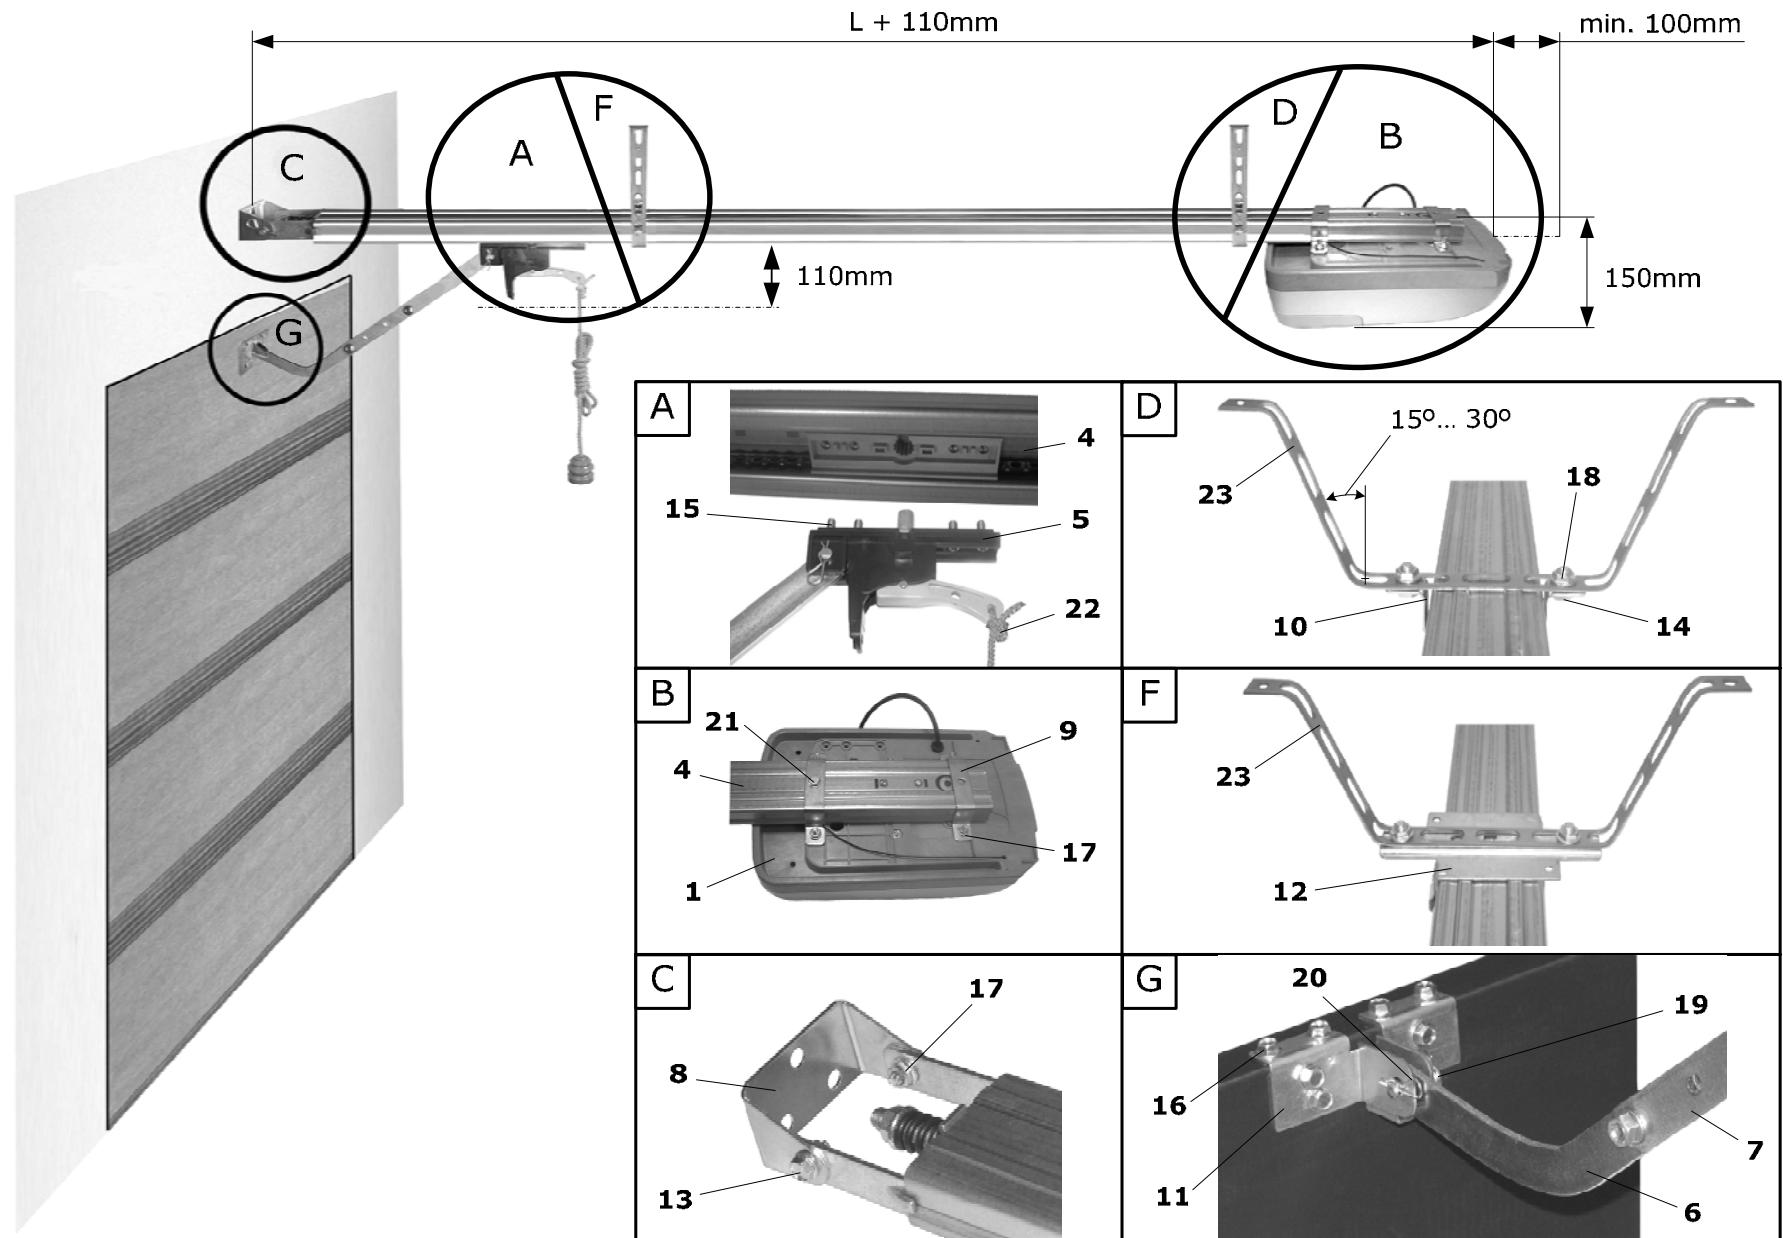

Рис. 2. Монтаж комплекта
Приводная рейка в цельном виде (Таблица 3) поставляется в подсобранном состоянии. Для окончательной сборки приводной рейки (вид А, Рис. 2) выполните следующее:
Для присоединения привода к рейке (вид В, Рис. 2) выполните следующее:
При креплении рейки к стене над воротами (вид С, Рис. 2) выполните следующее:
- Закрепите U-образный кронштейн крепления рейки 10 (вид D, Рис. 2) и изогнутую полосу крепления 23 на рейку вблизи привода с помощью двух болтов 14 и двух гаек 18.
При расстоянии от рейки до потолка 5...130мм используется одна полоса крепления, изогнутая "П – образно" (Рис. 2).
- Установите кронштейн крепления рейки 12 (вид F, Рис. 2) и изогнутую, в соответствии с выше описанным пунктом, полосу крепления 23 на рейку в месте, обеспечивающем наибольшую жесткость рейки (например, на расстоянии 1/3 длины рейки от проема ворот). Соедините кронштейн крепления рейки и полосу крепления с помощью двух болтов 14 и двух гаек 18. В комплекте поставки есть дополнительный кронштейн крепления 12 и дополнительная полоса подвеса 23, что позволит сделать дополнительное промежуточное крепление подвеса рейки к потолку.
Для соединения каретки рейки с полотном ворот (вид G, Рис. 2) выполните следующее: